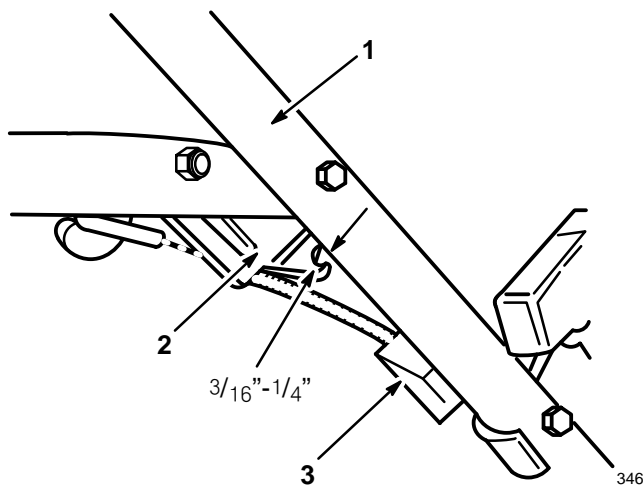

Figure 27
2. **COMPRUEBE EL AJUSTE** (Figs. 27 y 28)— Mueva la barra de control hacia la manija hasta eliminar el aflojamiento del cable. El espacio entre la palanca del freno y la manija debe ser de 4,8 - 6,35 mm ( $3/16$ - $1/4$  pulg.). Consulte el ajuste en el paso 3.
### Modelo autopulsado (Fig. 27)